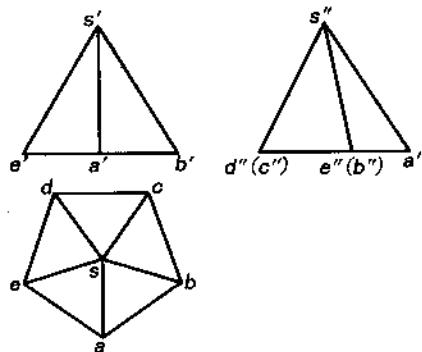

图 6
6. 补画正五棱锥主视图（图 6）中所缺的图线，并回答问题：视图中的哪条线反映该体侧棱的实长（在其线上画一圆圈）？